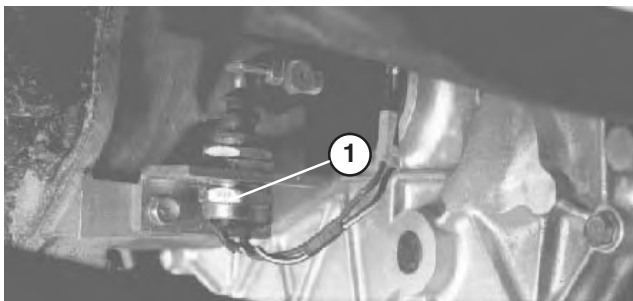

Bild 65
7. Prüfen Sie die Einstellung des Kupplungssicherheitsschalters erneut (Bild 65). Der Motor darf erst anspringen, wenn das Kupplungspedal $32 \text{ mm} \pm 3 \text{ mm}$ vom Boden entfernt ist. Lösen Sie ggf. die Klemmmuttern und verstellen Sie den Abstand nach oben oder unten.